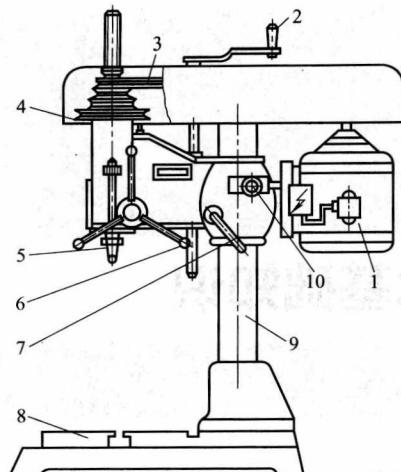

图 1-1 台式钻床结构
(1) 台式钻床(图1-1) 是一种小型钻床，放在台子上使用。一般用来钻削工件直径在 $\phi 13\text{mm}$ 以下的孔，也可扩 $\phi 16\text{mm}$ 以下的孔，为手动进给。台钻的型号与技术参数见表1-1。